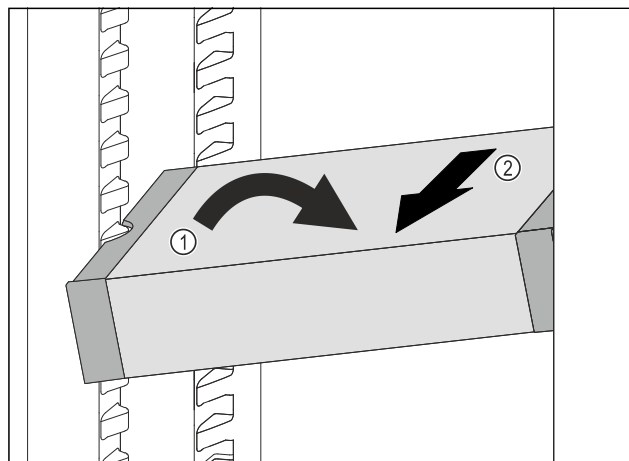

Fig. 189
- Vendosni VarioSafe pjerrtas në pjesën e ftohjes. *Fig. 189 (1)*
- Hiqni VarioSafe për nga përpara. *Fig. 189 (2)*